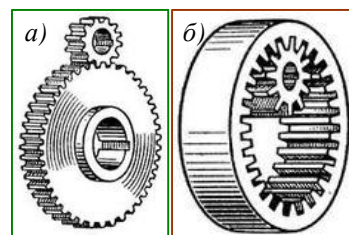

Рис. 18.3. Зубчатые колёса с внешним (а) и внутренним (б) зацеплением.
3. На рис. 18.3 изображены пары зубчатых колёс с внешним и внутренним зацеплением зубьев. Предполагая, что маленькие и большие колёса в случаях (а) и (б) имеют одинаковые диаметры и толщины, скажите, при каком зацеплении (внешнем или внутреннем) пятна контакта больше? В каком случае (при равных действующих силах) больше контактное давление? Какое зацепление проработает дольше? Почему?